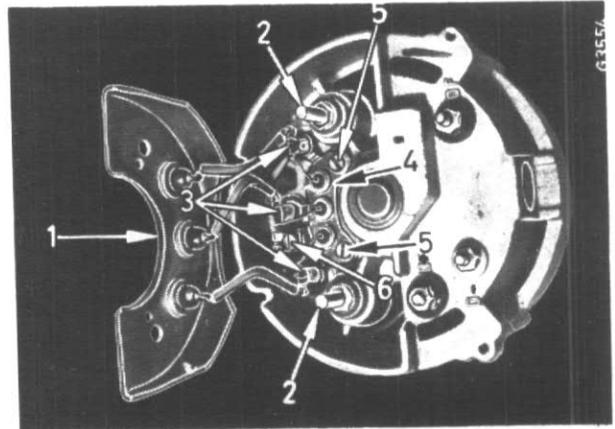

Figure 45
Mettez en place l'alternateur et effectuez les branchements comme indiqué sur le diagramme, fig. 45.
Dévissez les écrous des deux bornes B+ et enlevez la plaque de refroidissement (1), comme indiqué sur la fig. 45.
Dévissez la plaque de refroidissement des diodes excitatrices (4) fig. 45 et déposez-la en même temps que la plaque de refroidissement des diodes positives (1).